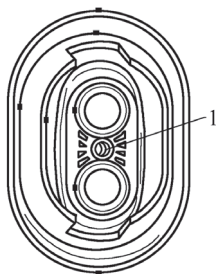

图 5-59 松开热交换器接口之间联接法兰的螺栓
6) 如图 5-59 所示, 略微松开 (但不要旋出来) 热交换器接口之间联接法兰的螺栓 (6mm 内六角圆柱头) 1。
5) 如图 5-59 所示, 旋紧热交换器接头之间联接法兰的螺栓 1。